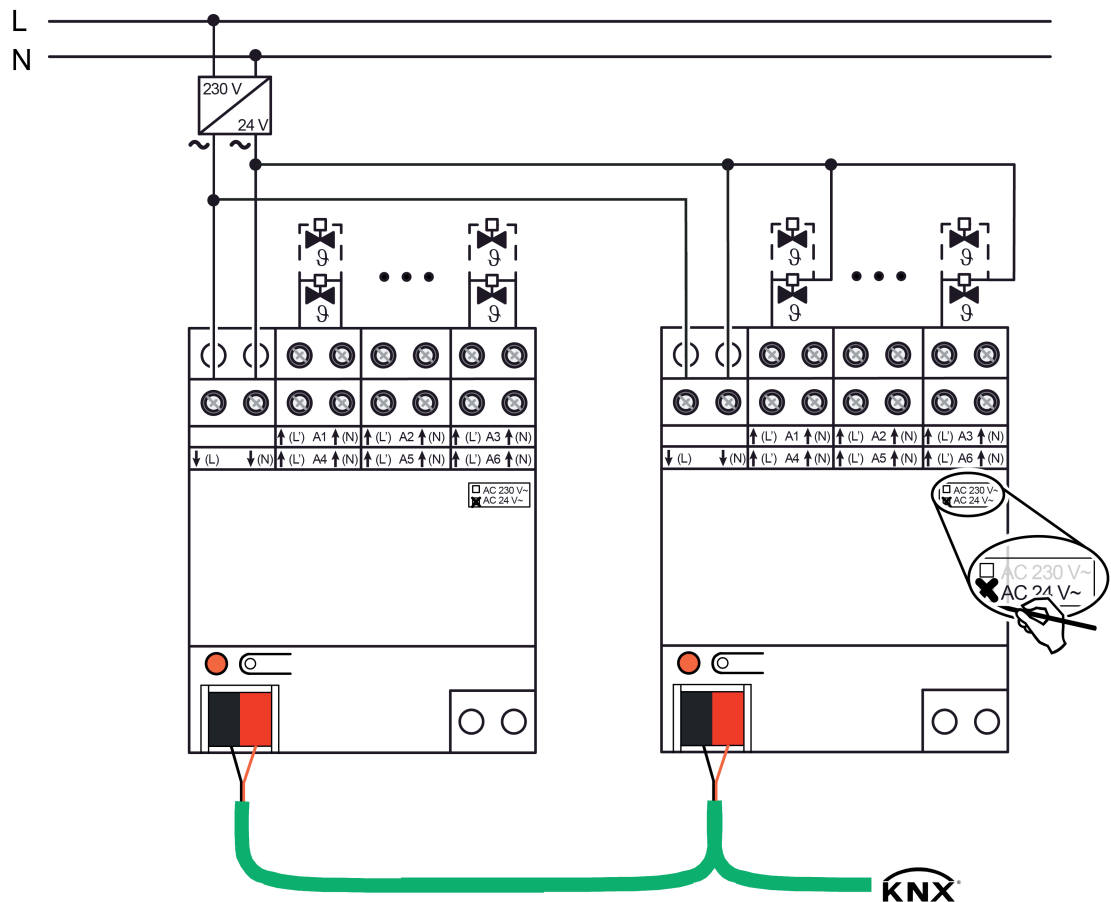

Bild 3: Anschluss für Stellantriebe AC 24 V
- Stellantriebe AC 24 V gemäß Anschlussplan (Bild 3) anschließen. Es ist möglich, die Stellantriebe entweder jeweils einzeln und direkt mit den Klemmen der Ausgänge des Heizungsaktors (Anschlussbeispiel links) oder alternativ über einen gemeinsamen Leiter zu verbinden (Anschlussbeispiel rechts).
- Versorgung für Stellantriebe (AC 24 V) an Klemmen ↓(L) und ↓(N) (1) anschließen. Hierbei Kleinspannung AC 24 V von geeigneter Spannungsversorgung (Trafo, Netzgerät) verwenden.